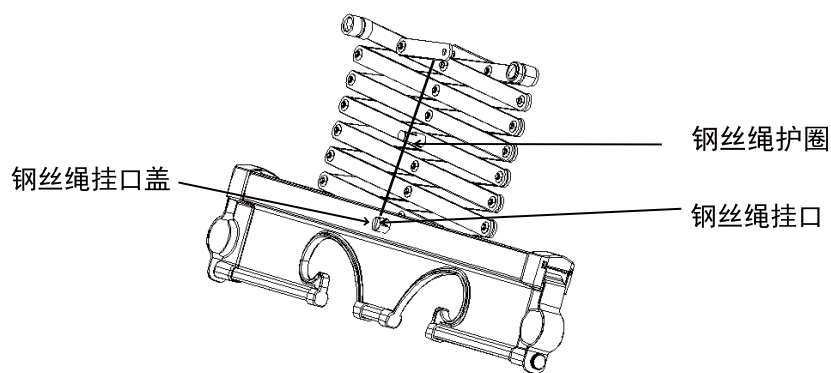

图 4
7. 安装剪刀架：先将剪刀架上端对准主机左右端，接着打上螺钉，（如图3所示），再将钢丝绳的圆钎头穿过钢丝绳的护圈内，最后套进衣杆支撑板的钢丝绳挂口内，接着套上钢丝绳挂口盖即可（如图4）。